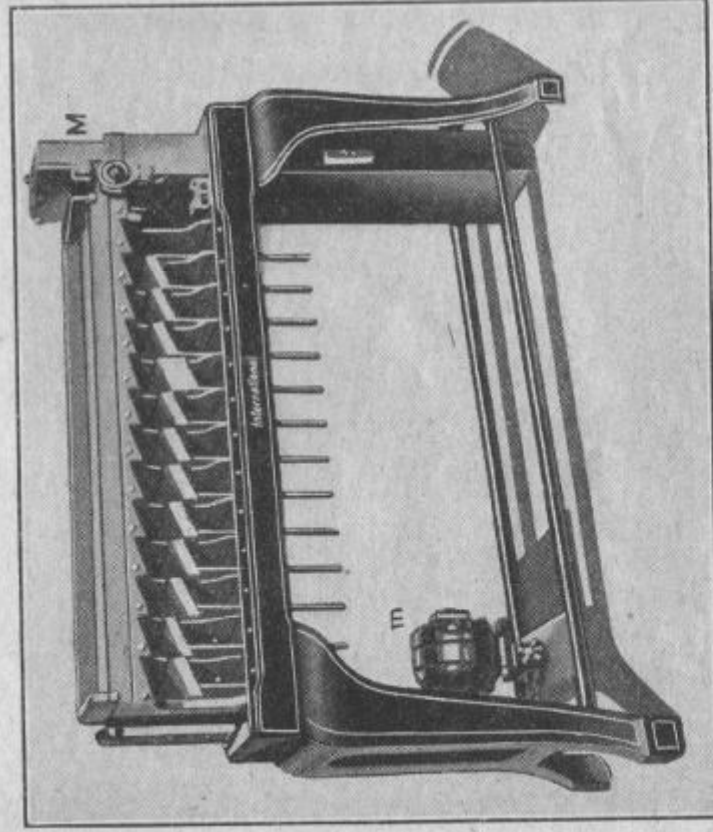

Fig. 3. — Trieuse horizontale à grand rendement et silencieuse.
Mais il est indispensable, pour les autres renseignements, de faire intervenir une *trieuse* mécanique. Les cartes, qui se trouvent dans un ordre tout à fait arbitraire, sont déposées, en paquets à plat, dans un magasin M, en tête de la trieuse (fig. 3). Un curseur, voisin de ce magasin et se déplaçant sur une règle graduée de 1 à 45, permet de trier sur l'une quelconque des 45 colonnes. Le curseur placé sur la colonne 14, par exemple et le moteur mis en marche, toutes les cartes, happées une à une à la sortie du magasin, sont entraînées tout au long de l'appareil à la queue leu leu, chacune tombant dans la case correspondant au chiffre perforé dans sa colonne 14 (2).
(1) Nous verrons plus loin p. 13, à propos de la Statistique des parcours, des applications de cette fructueuse méthode.
(2) Supposons qu'il s'agisse de trier par nature de matière : on classera d'abord les cartes en les triant de façon à mettre ensemble les chiffres d'unités de l'index de la matière choisie. Puis, reprenant les cartes dans les cases où elles se sont rassemblées et dans l'ordre de celles-ci, on les repassera dans la trieuse pour obtenir, après le classement par unités, le classement par dizaines et ainsi de suite.